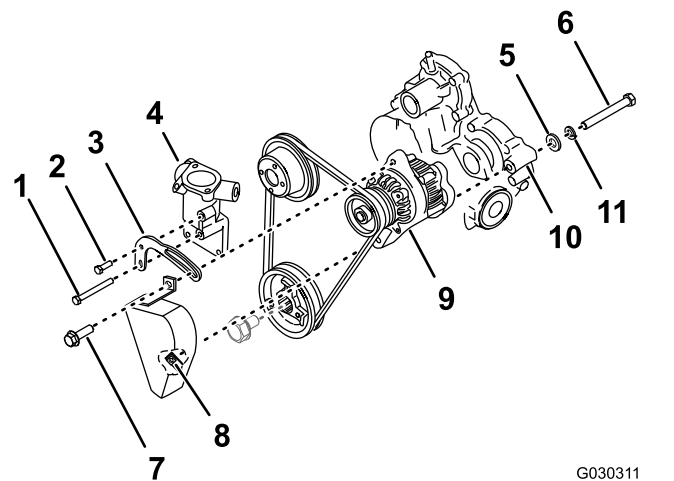

Figure 242
- Retirez le boulon de verrouillage de l'alternateur de ce dernier et du support de tension de la courroie (Figure 242).
- Retirez le boulon court du support de tension du boîtier de thermostat et du support de tension de la courroie (Figure 242).
- Retirez le boulon long du support de tension de la culasse, du boîtier de thermostat et du support de tension de la courroie, puis déposez le support de tension de la machine (Figure 242).
- À l'arrière de l'alternateur, desserrez complètement le boulon de pivot et déposez le protège-courroie de la machine (Figure 242).
- Tout en soutenant l'alternateur, déposez le boulon de pivot, la rondelle-frein et la rondelle plate de l'alternateur et du boîtier d'engrenages du moteur (Figure 242).